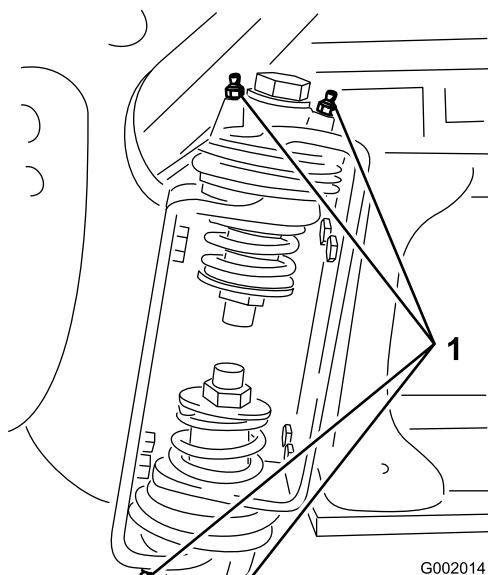

Figura 35
2. Bombear grasa en el cojinete o casquillo de cada punto de engrase Figura 35.